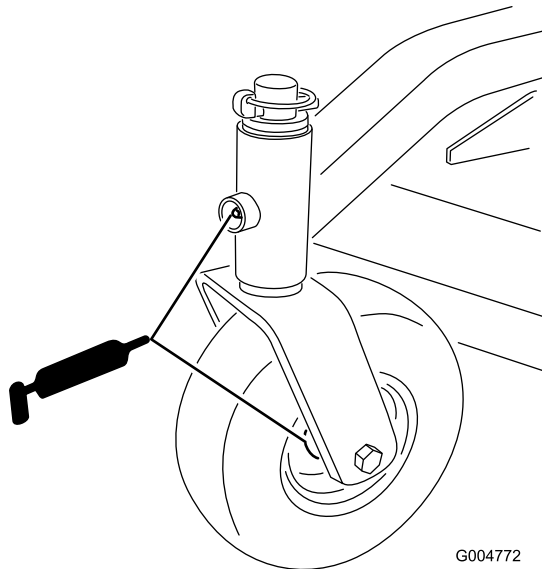

Figura 21
1. Lubrificate i cuscinetti delle ruote orientabili anteriori e i perni di articolazione anteriori (Figura 21).
4. Rimuovete il tappo d'ingrassaggio delle ruote posteriori. Lubrificate i cuscinetti posteriori (Figura 21).